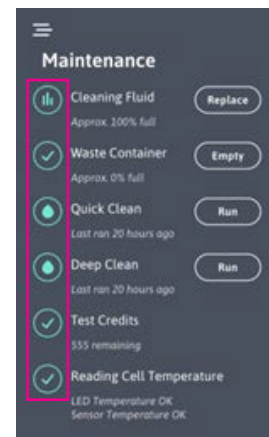

Figura 21
O Menu de manutenção contém um “painel” para as funções relacionadas ao usuário do miniSED. Os ícones circulares com um sinal de visto verde indicam que a categoria listada está dentro dos limites predefinidos. Quando uma categoria do miniSED estiver se aproximando de um limite predefinido, o ícone circular ficará amarelo, indicando que é necessária atenção deverá ser dada em breve. Caso o limite da categoria seja excedido, o ícone ficará vermelho e exigirá que uma ação seja realizada. Na Figura 21, os ícones exibidos, de cima para baixo, são:
1. Nas categorias “Líquido de limpeza” e “Recipiente de resíduos”, selecionar o botão “Substituir” reiniciará os contadores (Figura 21).